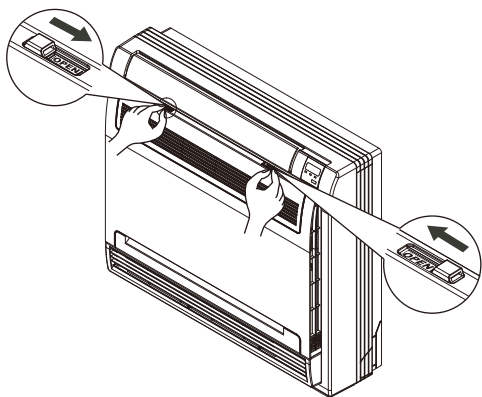

Рисунок F1
1. Откройте переднюю панель (см. рис. F1).